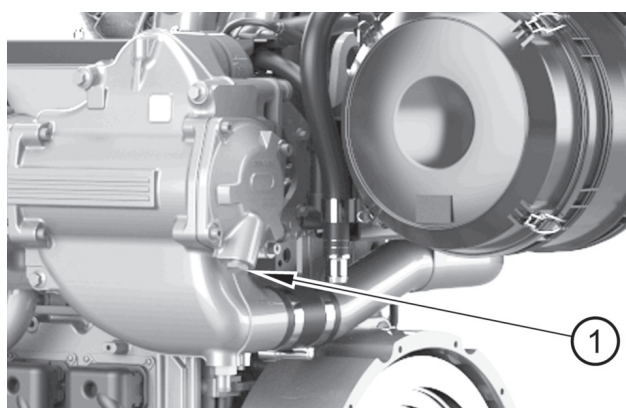

Figure 9
2. Retirez le bouchon de vidange (figure 9, repère 1) du refroidisseur intermédiaire. Vérifiez que l'orifice de vidange n'est pas colmaté.